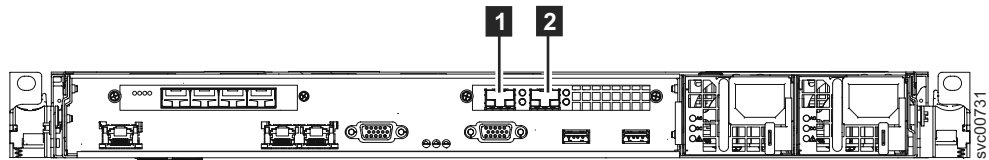

Figura 35. Portas Ethernet de 10 Gbps na Parte Traseira do SAN Volume Controller 2145-CG8
2. Opcional: Se o recurso Ethernet de 10 Gbps estiver instalado, é possível conectar os cabos óticos Ethernet à porta Ethernet 3, conforme mostrado por **1**, e à porta Ethernet 4 (**2**), na Figura 35 na página 40.